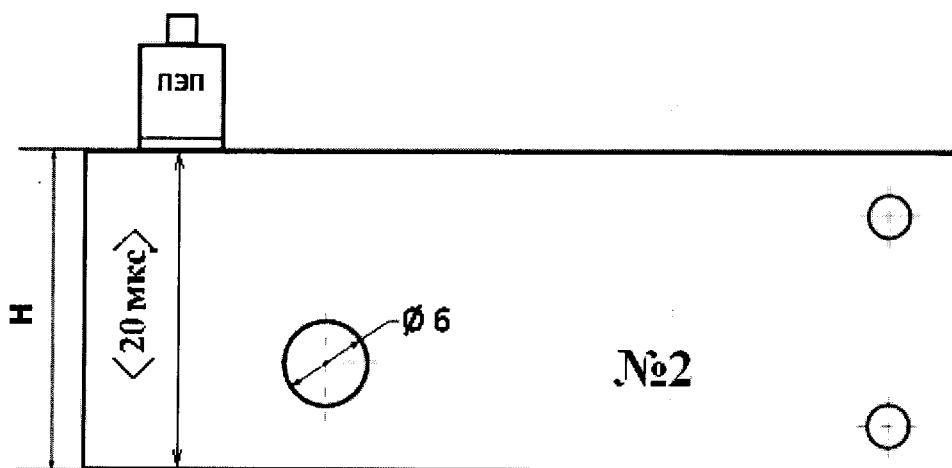

Рисунок 6 Контрольный образец №2 из комплекта КОУ-2
8.7.1 Определение абсолютной погрешности измерения толщины изделия и глубины залегания дефектов выполняется с прямыми ПЭП, входящими в комплектность дефектоскопа, на контрольном образце №2 из комплекта КОУ-2 рисунок 6.